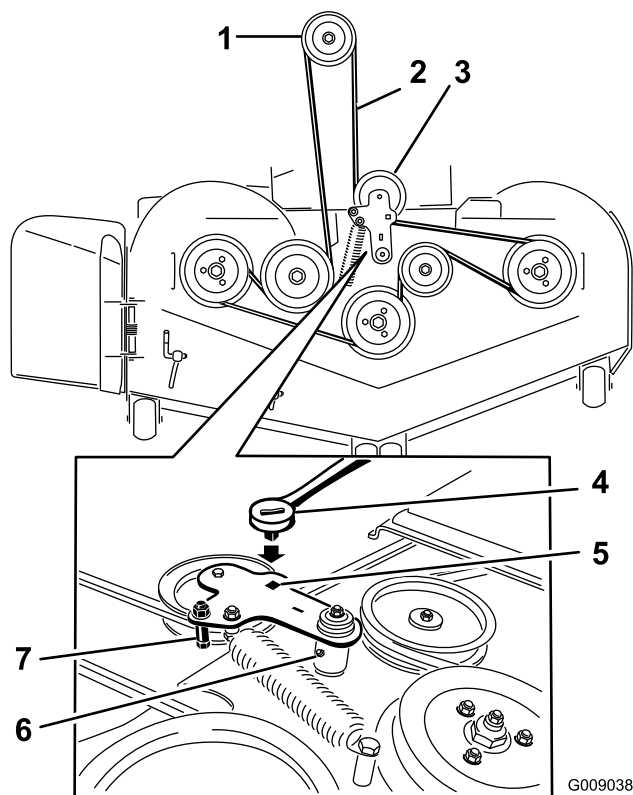

Figura 103
6. Levante la chapa de suelo e introduzca una llave dinamométrica en el taladro cuadrado del brazo tensor de la carcasa (Figura 103).
7. Gire cuidadosamente el brazo tensor de la carcasa en sentido horario y retire la correa del cortacésped (Figura 103).